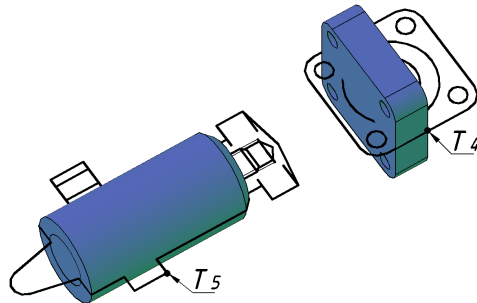

Рис. 26
- ◆ Переносим фланец к цилиндру (рис. 26).